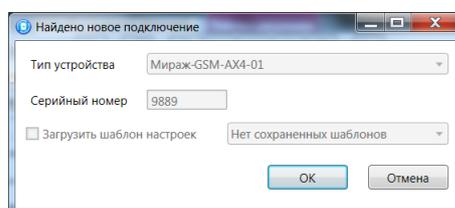

Рис. 5.11. Окно *Найдено новое подключение*
7. При подключении контроллера к ПК с запущенной программой *Конфигуратор Профессионал* появится окно *Найдено новое подключение* (рис. 5.11), в котором будут автоматически установлены параметры контроллера (тип и серийный номер). В этом окне также можно загрузить шаблон настроек контроллера, сохраненный ранее, установив соответствующий флажок и выбрав номер шаблона из раскрывающегося списка. Задав необходимые параметры, нажмите кнопку *ОК*. Подключение для настройки в режиме автономной охраны (с запущенной на ПК программой *Конфигуратор Приват*) выполняется аналогично.